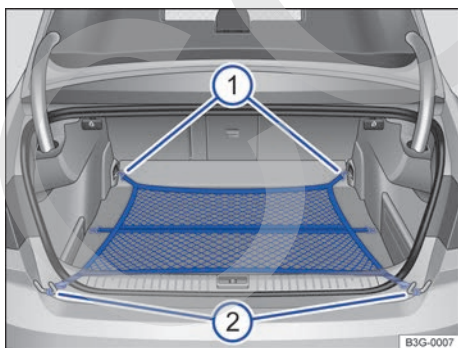

Fig. 205 En el maletero: bolsa de red enganchada a ras del piso.
- Fije los ganchos de la bolsa en las argollas de amarre → **fig. 205** ①. La cremallera de la bolsa tiene que quedar hacia arriba → **▲**.
- Fije los ganchos del otro extremo de la bolsa de red en las argollas de amarre situadas debajo del umbral de carga → **fig. 205** ②.